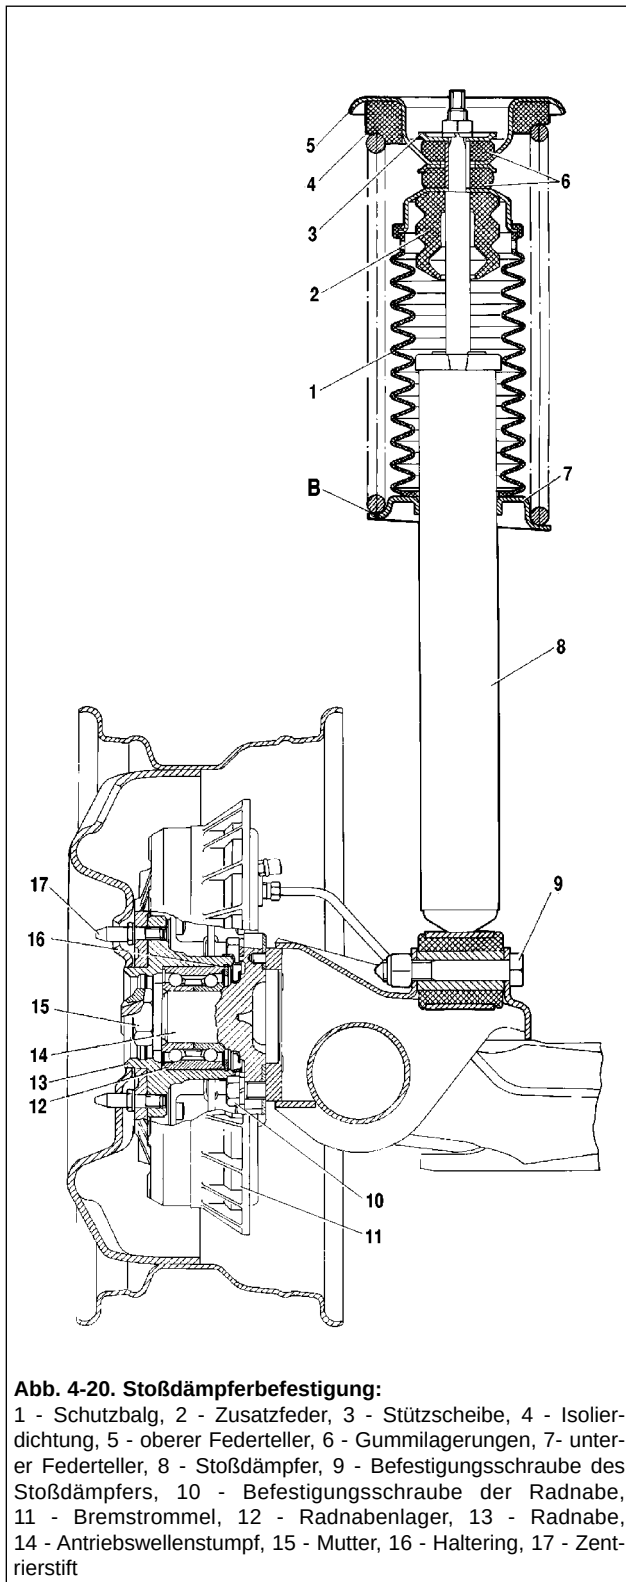

Abb. 4-20. Stoßdämpferbefestigung:
Es ist ein doppelwirkender hydraulischer Zweirohrstoßdämpfer, der mit der Schraube 9 (Abb. 4-20) zum Halter des Achslenkers befestigt wird. Die obere Befestigung des Stoßdämpfers ist stiftartig: die Kolbenstange wird an den oberen Federteller 5 über die Gummikissen 6 und die Scheibe 3 befestigt.
In der Radnabe 13 (Abb. 4-20) wird ein zweireihiges Schrägkugellager 12 montiert, das dem Achslager der Vorderradaufhängung ähnlich ist, aber kleinere Baumaße hat. Der innere Lagerring wird bei der Vorderradnabe mit einer festen Vorspannung gesetzt. Bei der Hinterradnabe dagegen wird das Lager 12 mit einer Übergangsvorspannung auf die Achse 14 gesetzt.
Die Stützen 67.7822.9512 mit den Lagerungen 67.7822.9532 unter die Halter der Achslenker anbringen und das Fahrzeug absenken. Die Befestigungsmuttern der Stoßdämpfer zur Karosserie abschrauben und die Scheibe 3 (Abb. 4-20) und die Gummikissen 6 herausnehmen.
- die Gummikissen 6 (Abb. 4-20) auf Zustand prüfen, ggf. austauschen;
- den Stoßdämpfer so einsetzen, daß der Punkt «B» (Abb. 4-20) auf der unteren Schale auf das Rad weist;